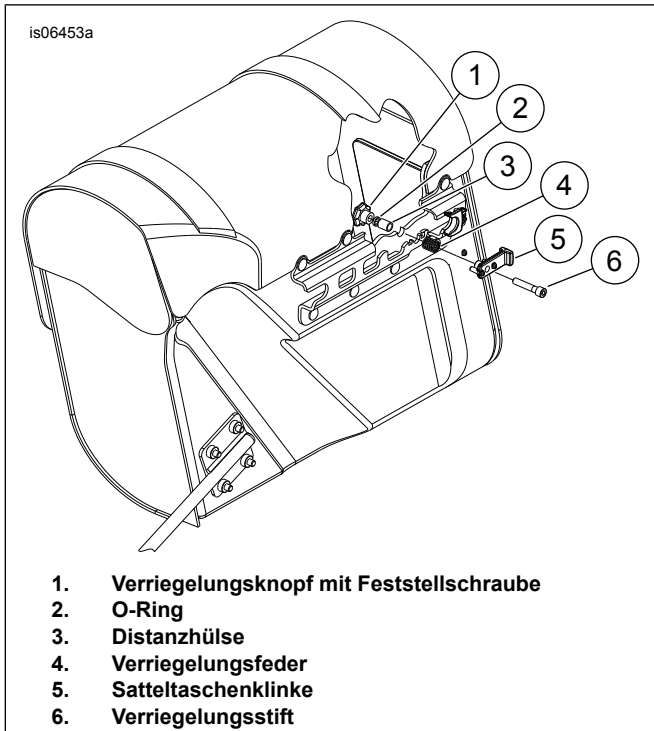

Abbildung 5. Satteltaschen-Verriegelungsbaugruppe
1. Siehe Abbildung 5. Den Satteltaschendeckel aufschließen, die Clips lösen und die Satteltasche öffnen.
2. An dem Knopf (1) ziehen, der sich in der oberen hinteren Ecke im Innern der Satteltasche befindet. Den Knopf zur Rückseite der Satteltasche drehen (im Uhrzeigersinn für die linke Seite der Satteltasche, gegen den Uhrzeigersinn für die rechte Seite der Satteltasche).